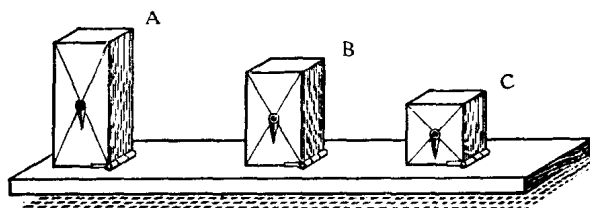

图 1-1 物体稳度演示器
从宽 50 毫米、厚 30 毫米的长木板上，截下长度分别为 100 毫米、75 毫米、50 毫米的三段，依次称为木块 A、木块 B、木块 C。在每个木块的一个大面上，都画出对角线。在对角线的交点处，各安一个转动灵活的小指针，用以表示木块重心的位置（重心在指针轴线上）和重力作用线的方向。然后把三个木块分别用合页固定在一个 $550 \times 100 \times 20$ （毫米）³ 的木板底座上，如图 1-1 所示。
1. 按图 1-1 所示把三个木块放好。这时三个木块的支面